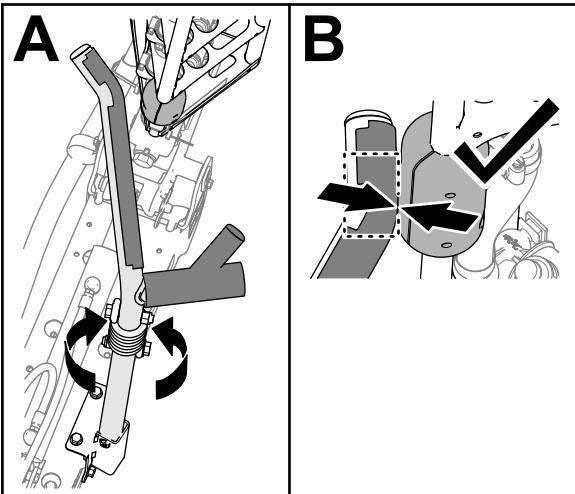

Bild 105
4. Drehen Sie die Gabel, bis die Biegung im Gabelrohr mit dem Schiebeblock am oberen Rohr des äußeren Auslegers übereinstimmt (Bild 105)
Hinweis: Die Schiebeblöcke müssen die Gabel an der Biegung des oberen Gabelrohrs berühren (Bild 105).